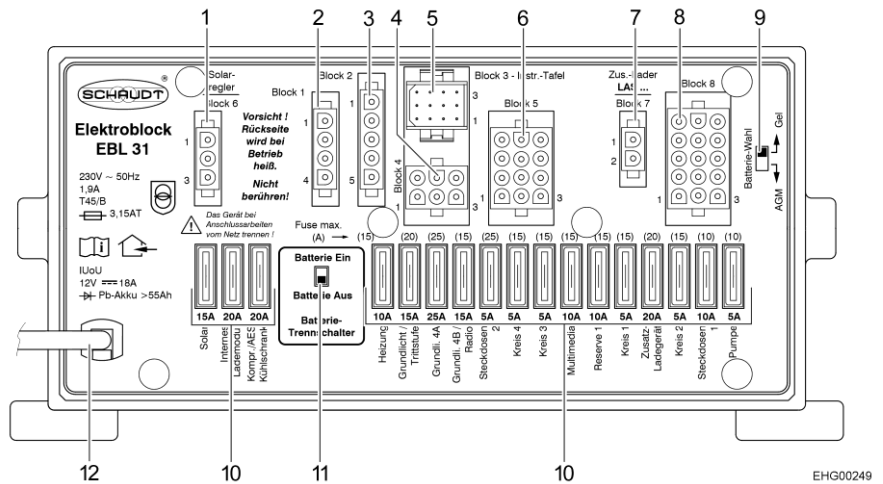

Bild 114 EI-block (EBL 31)
- ▷ För **alla** elektriska 12 V-förbrukare från spänningsförsörjningen och för att undvika urladdning av bodelsbatteriet, ställ in batteri-brytaren (Bild 114,11) på el-blocket på "Batterie Aus" (batteri från).
- ▷ Förbrukare som själva el-blocket, panelen, värmesystemet, laddningsregulator för solpanel (i förekommande fall) och andra enheter förbrukar en liten mängd standby-ström och laddar därmed, med tiden, ur bodelsbatteriet. Därför bör du ställa batteri-brytaren (Bild 114,11) på "Batterie Aus" (batteri från) om fordonet inte ska användas under en längre tid.
Laddningsregulatorn för solpanel fortsätter att fungera. För att inaktivera laddningsregulator för solpaneler måste motsvarande säkring (Bild 114,10 "Solar") dras ut.